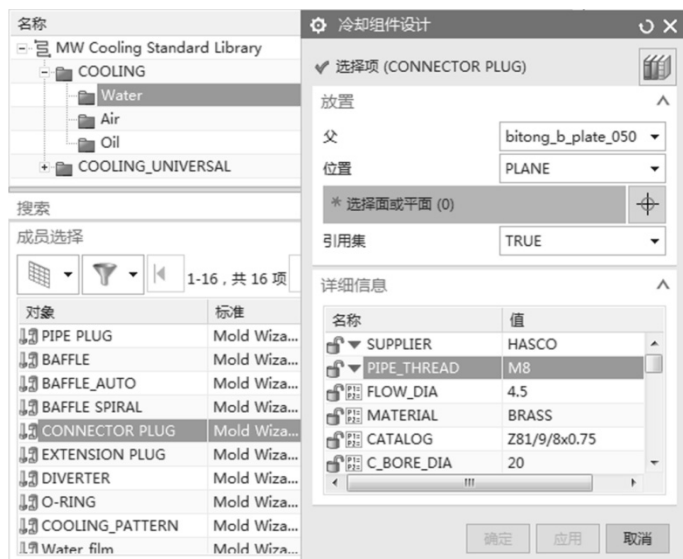

图 16-61 设定水嘴参数
(17) 单击“冷却标准部件库”按钮, 在“重用库”的“名称”区域中选取 Water, 在“成员选择”列表选取 CONNECTOR PLUG, 在【冷却组件设计】对话框中对“父”选择 bitong_b_plate_050, “位置”选择 Plane, “引用集”选择 TURE, SUPPLIER 选 HASCO, PIPE_THREAD 选择 M8, 如图 16-61 所示。